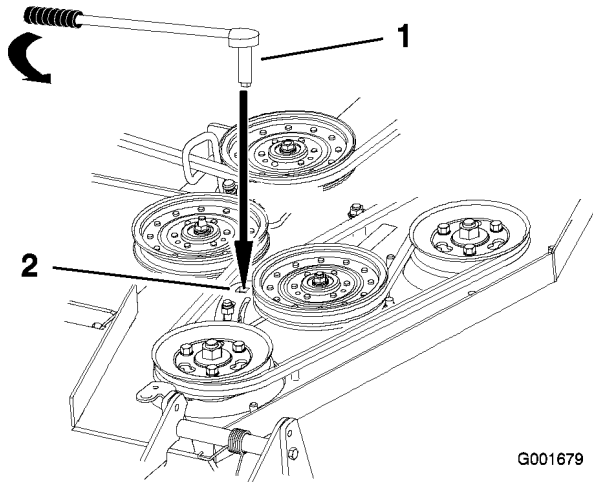

Figura 49
7. Introduzca una llave de carraca con extensión corta en el taladro cuadrado del brazo de la polea tensora fija (Figura 49).